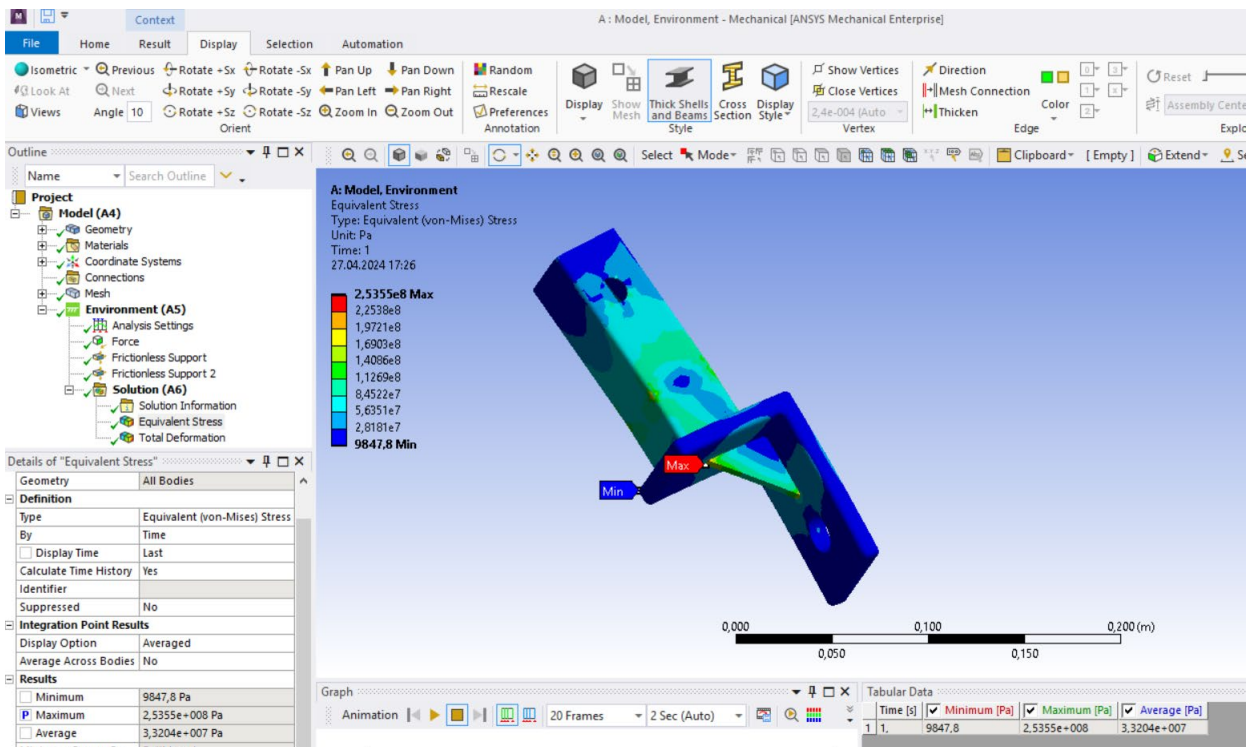

Рисунок 48 – Результаты расчетов
29. В Outline в окне выберите EquivalentStress, чтобы просмотреть результаты (рисунок 48).